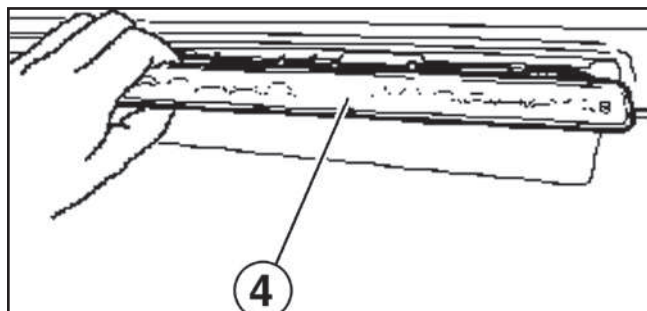

Fig. 2
- Desmontar la luz de stop sobreelevada (4) (Fig. 2).